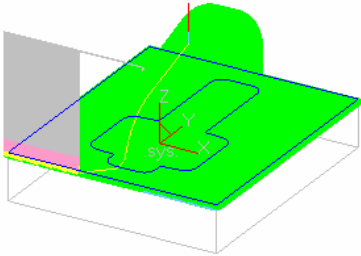

图 8-196 生成刀具轨迹
9)单击鼠标右键确认后系统开始计算,生成图 8-196 所示轨迹。